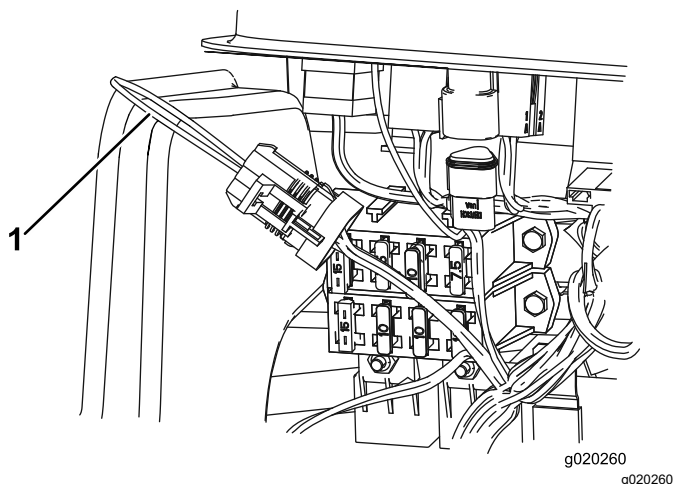

Рисунок 38
3. Найдите жгут проводов и шлейфовый разъем (Рисунок 38).